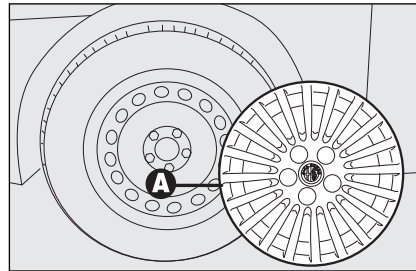

fig. 6
- verwijder het wieldeksel **A-fig. 6** (alleen uitvoeringen met stalen velgen);